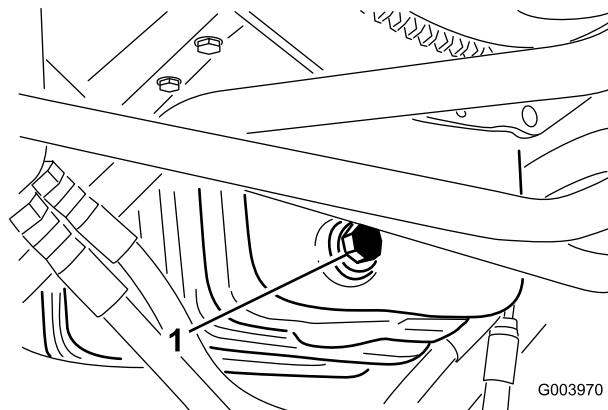

Рисунок 57
1. Снимите сливную пробку (Рисунок 57) и дайте маслу стечь в сливной поддон.